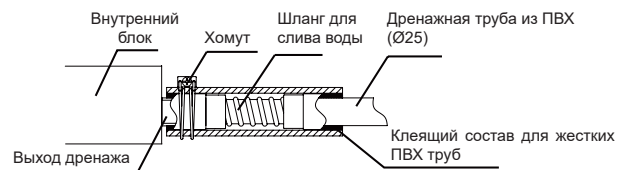

Рисунок 5.1
3. Используйте теплоизоляционный кожух для дренажного трубопровода воды (принадлежность), чтобы связать трубы всасывания и слива воды внутреннего блока (особенно участок, проходящий в помещении), и используйте стяжку для дренажного трубопровода воды (принадлежность), чтобы плотно стянуть их так, чтобы воздух не проникал и не образовывал конденсат. См. рисунок 5.1.